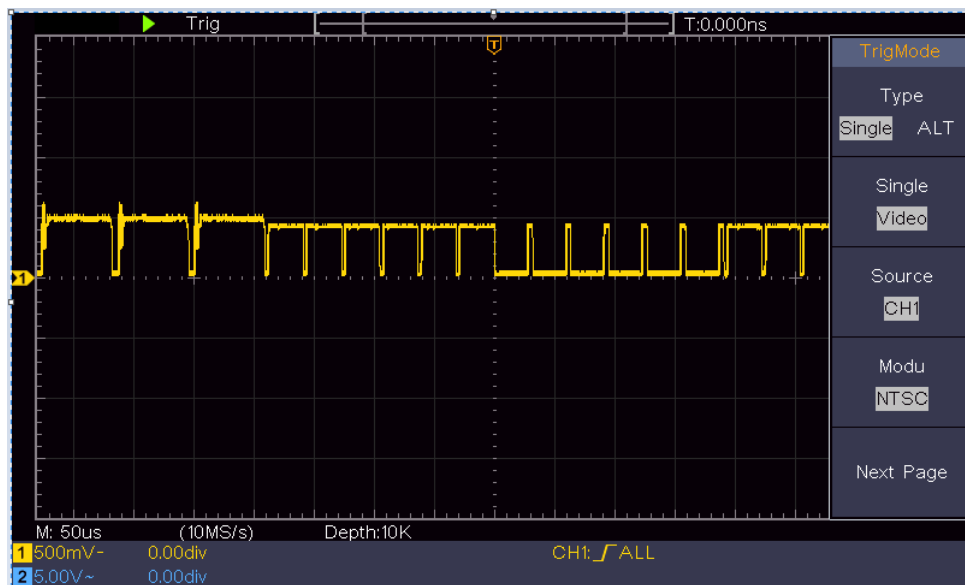

Figura 0-7 Forma d'onda catturata dal trigger del campo video
- (1) Premere il pulsante **Trigger Menu** per visualizzare il menu di destra.
- (2) Nel menu di destra, selezionate **Type** as **Single**.
- (3) Nel menu di destra, seleziona **Single** as **Video**.
- (4) Nel menu di destra, selezionate **Source** come **CH1**.
- (5) Nel menu di destra, selezionare **Modu** come **NTSC**.
- (6) Nel menu di destra, premere **Next Page**, selezionare **Sync** as **Field**.
- (7) Girare le manopole **Vertical Scale**, **Vertical Position** e **Horizontal Scale** per ottenere una corretta visualizzazione della forma d'onda (vedi *Figura 0-7*).